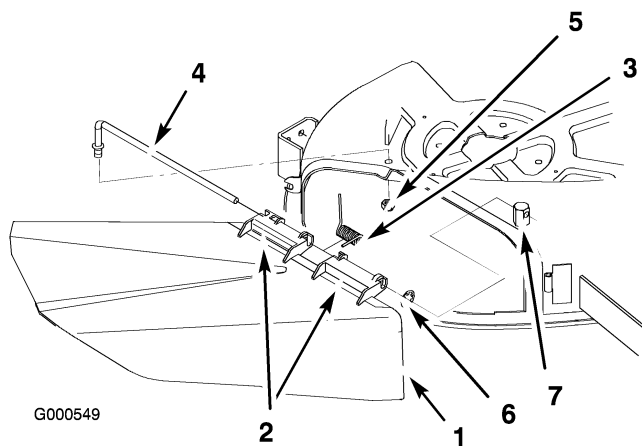

Bild 52
- Machen Sie die in Bild 52 gezeigten Teile ausfindig.
2. Nehmen Sie die Mutter (3/8 Zoll) aus der Stange unter dem Mähwerk ab (Bild 52).
3. Schieben Sie die Stange aus dem kurzen Vorsprung, der internen Sicherungsscheibe, der Feder und dem Ablenkblech (Bild 52). Entfernen Sie defekte oder abgenutzte Ablenkbleche.
4. Setzen Sie das Ablenkblech und die interne Sicherungsscheibe wieder ein (Bild 52).
6. Setzen Sie die Feder mit den Enddrähten nach unten auf die Stange, zwischen die Ablenkblechhalterungen. Schieben Sie die Stange durch die zweite Ablenkblechhalterung und die interne Sicherungsscheibe (Bild 52).
7. Schieben Sie die Stange vorne am Ablenkblech in den kurzen Vorsprung am Mähwerk. Befestigen Sie das hintere Stangenende mit einer Mutter (3/8 Zoll) am Mähwerk (Bild 52).